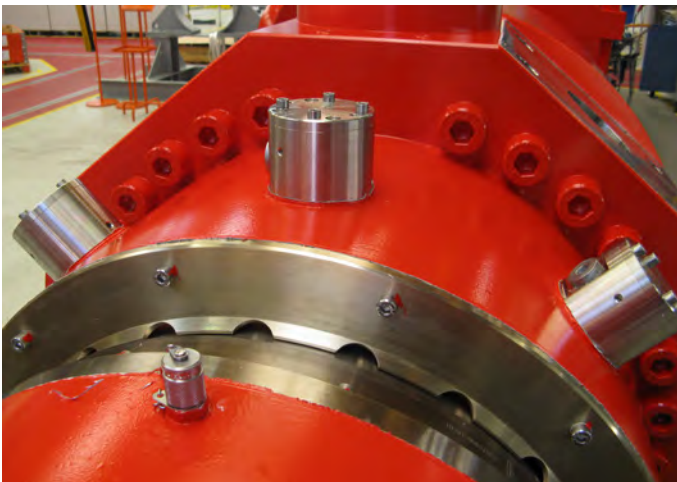

Abbildung 13: Beispiel für die Platzierung redundanter Positionssensoren
- Redundanz möglich durch mehrere CIAMS Sensoren (vgl. Abbildung 13)